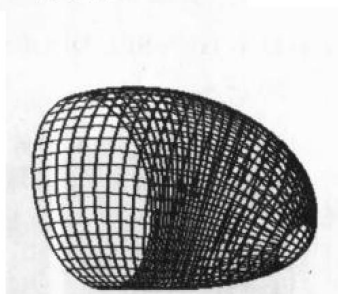

图 1-29
(19) 改变截面后构建的可变截面扫描曲面, 如图 1-29 所示。